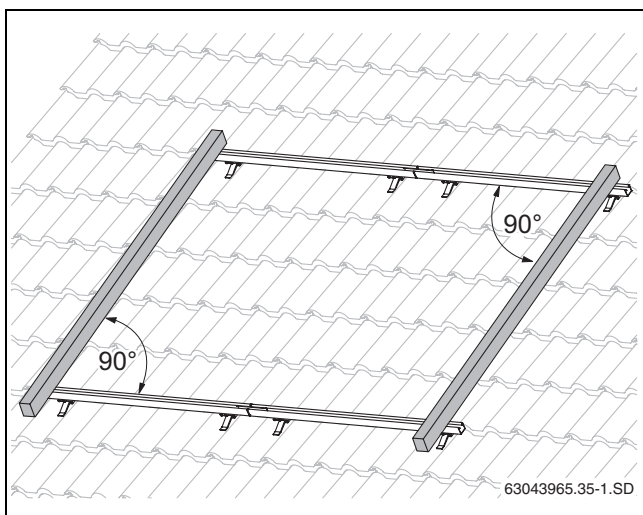

Fig. 29 Orientarea șinelor profilate
- ▶ Aliniați șinele profilate superioare și inferioare lateral una față de cealaltă și orientați-le orizontal (Fig. 29, folosiți bolobocul).
Măsurați diagonalele sau așezați, spre exemplu, o șipcă (Fig. 29, [1]) la capetele șinelor profilate. Unghiul dintre șipcă și șina profilată trebuie să măsoare 90°. Orientați șinele profilate în funcție de orificiile ovale.